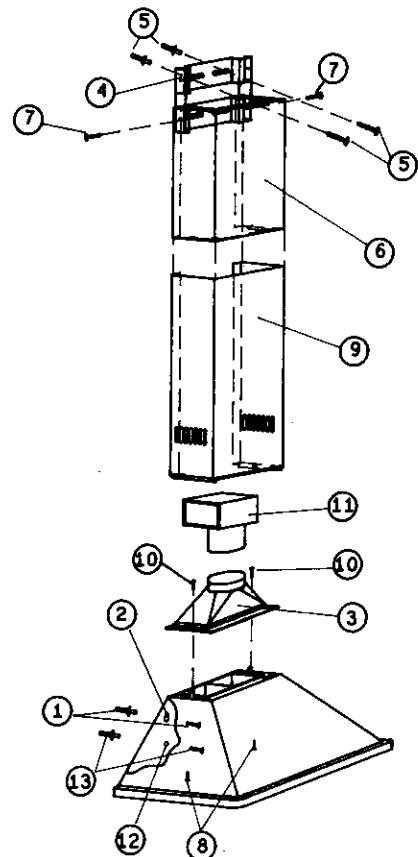

FIG. 7
- 7) Pour la hotte en version filtrante relier à la collerette le raccord fourni (Fig. 7/11).